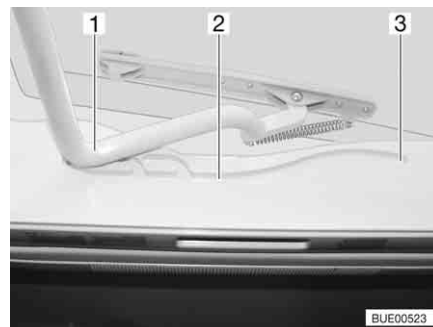

Fig. 97 Oblò Heki, guida
- Tirare la staffa (Fig. 97,1) nelle guide (Fig. 97,2) fino alla posizione più all'indietro (Fig. 97,3).
- Spingere la staffa (Fig. 97,1) leggermente verso l'alto con ambedue le mani.
- Tirare la staffa nelle guide (Fig. 97,2) fino alla posizione desiderata.